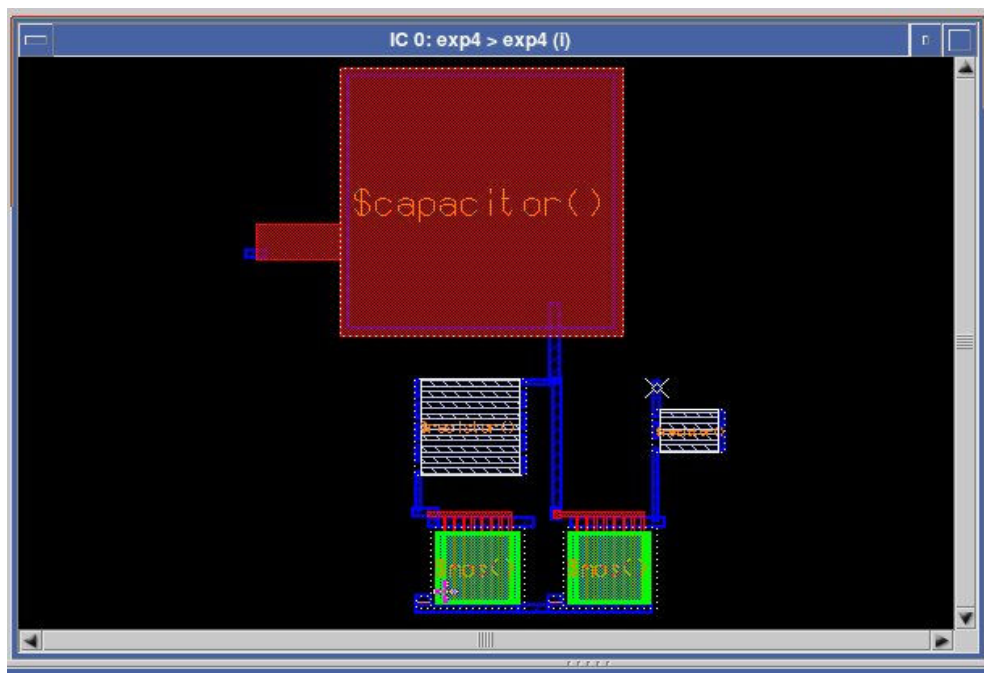

Figura 11 – leiaute final
c) Crie uma linha de metal 1 horizontal (dimensões mínimas) acima do transistor para o dreno e conecte-a com as regiões "ímpares" de difusão, de forma intercalada, esticando as suas linhas de metal correspondentes, na forma descrita na Figura 4 e no leiaute exemplo da Figura 11.
d) Crie uma linha de metal 1 horizontal (dimensões mínimas) abaixo do transistor para a fonte e conecte-a com as regiões "pares" de difusão, de forma intercalada, esticando as suas linhas de metal correspondentes, na forma descrita na Figura 4 e no leiaute exemplo da Figura 11.
f) Todas as portas devem ser interligadas de forma semelhante, porém usando-se uma linha horizontal de POLY1 (dimensões mínimas). A camada de POLY deve ter contato para metal 1 para futura interligação (ver Figura 11).
g) Duplique o transistor (para se ter M2); para isto, utilize o cursor e/ou as teclas f1 e f2 e selecione todo o transistor M1 já desenhado. Para duplicá-lo, utilize o comando 'Easy Edit / Copy' e selecione apenas mover horizontalmente. Deve resultar em uma figura parecida com a da Figura 11.
Após ter desenhado os diversos componentes e tê-los colocado de forma conveniente no leiaute, faça as ligações e coloque os rótulos dos portos (M1.port): Entrada, Saida, VCC e Ipol. O leiaute resultante deve ser parecido com o mostrado na Figura 11.